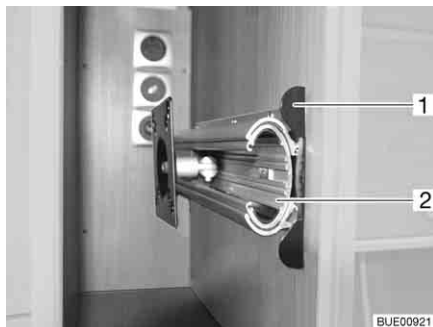

Fig. 75 Soporte en el armario de TV
- Hundir el listón de desbloqueo (Fig. 75,1).
- Extraer el dispositivo de extracción (Fig. 75,2) hasta el tope.
- Introducir el dispositivo de extracción (Fig. 75,2) hasta que engatille el listón de desbloqueo (Fig. 75,1).